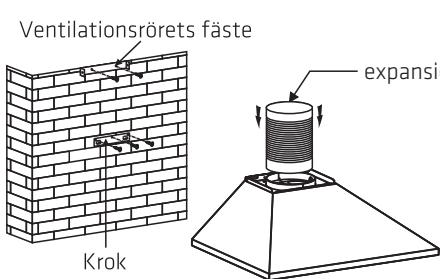

Bild 2
3. Montera kroken på en lämplig plats när monteringshöjden bestämts, och håll rakt. Det fasta läget för ventilationsrörrets fäste är enhetens placering. Se bild 2.